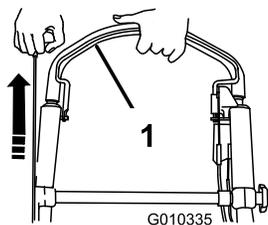

Bild 21
3. Drücken Sie den Schaltbügel zum Griff und ziehen Sie am Rücklaufstarter (Bild 21).